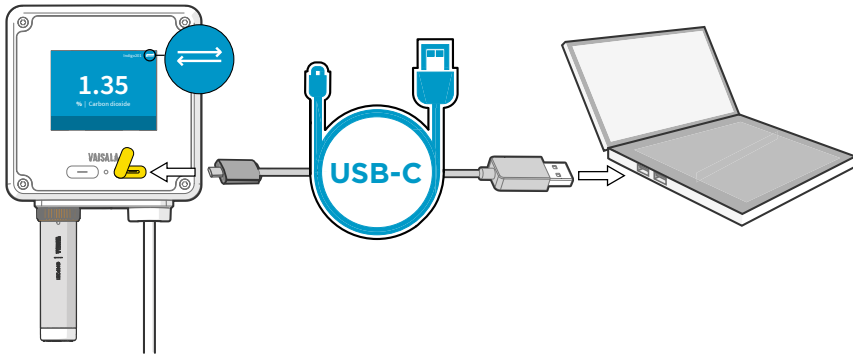

図 20 Indigo200変換器をInsightソフトウェアにUSB-Cケーブルで接続する
5. ディスプレイ付きの変換器モデルでは、USBケーブル接続がアクティブな場合、USB接続アイコン（図 20 (ページ 50) を参照）が変換器ディスプレイの右上隅に表示されます。